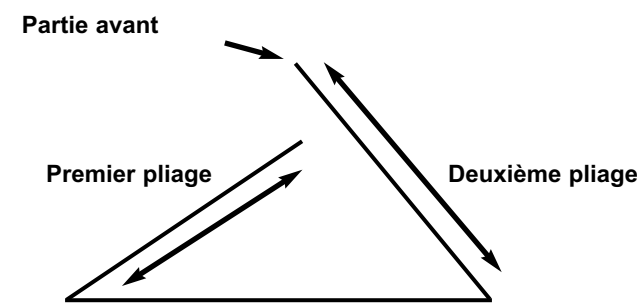

Figure 7 : pli roulé
10. Effectuer des corrections au niveau du premier pliage avec le dispositif d'arrêt de la 1ère poche de pliage. Procéder de la même façon au niveau de la 2ème poche de pliage (cf. les figures 7 à 10 pour les descriptions détaillées des premiers et deuxièmes pliages).